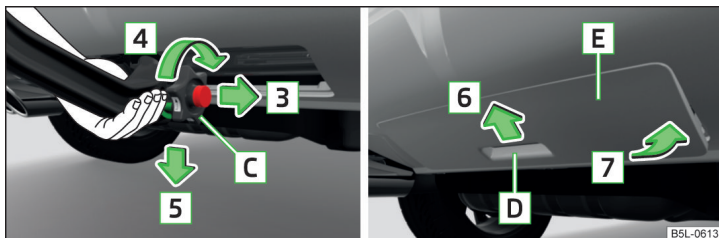

Fig. 150 Détachez la boule d'attelage / Mettez le capuchon au niveau de la boule d'attelage arrière
- Prenez la boule d'attelage **par le bas** et de l'autre main, tirez la roue à main **[C]** dans le sens de la flèche **[3]** » fig. 150.
- Saisissez le capuchon au niveau de la boule d'attelage arrière **[E]** » fig. 150 par la poignée **[D]** et positionnez-le dans le sens de la flèche **[6]** sur les crochets situés en dessous du rebord supérieure du pare-chocs.